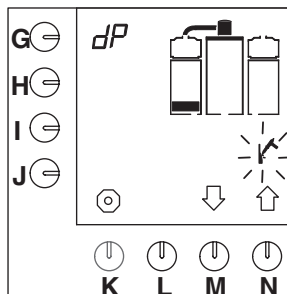

Fig. 17 Premier niveau du programme de détartrage du système de filtration
- Le premier bloc de niveau s'affiche sur l'écran de contrôle et le symbole représentant un marteau clignote (fig.17).